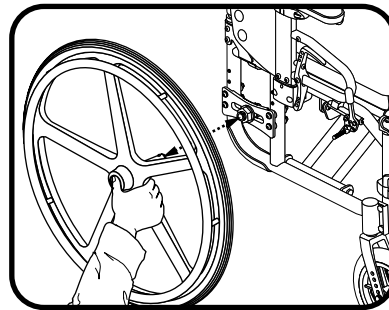

Figura 12. Rilascio rapido ruota motrice
1. Premere il pulsante di rilascio rapido e staccare la ruota posteriore. Vedere figura 12.